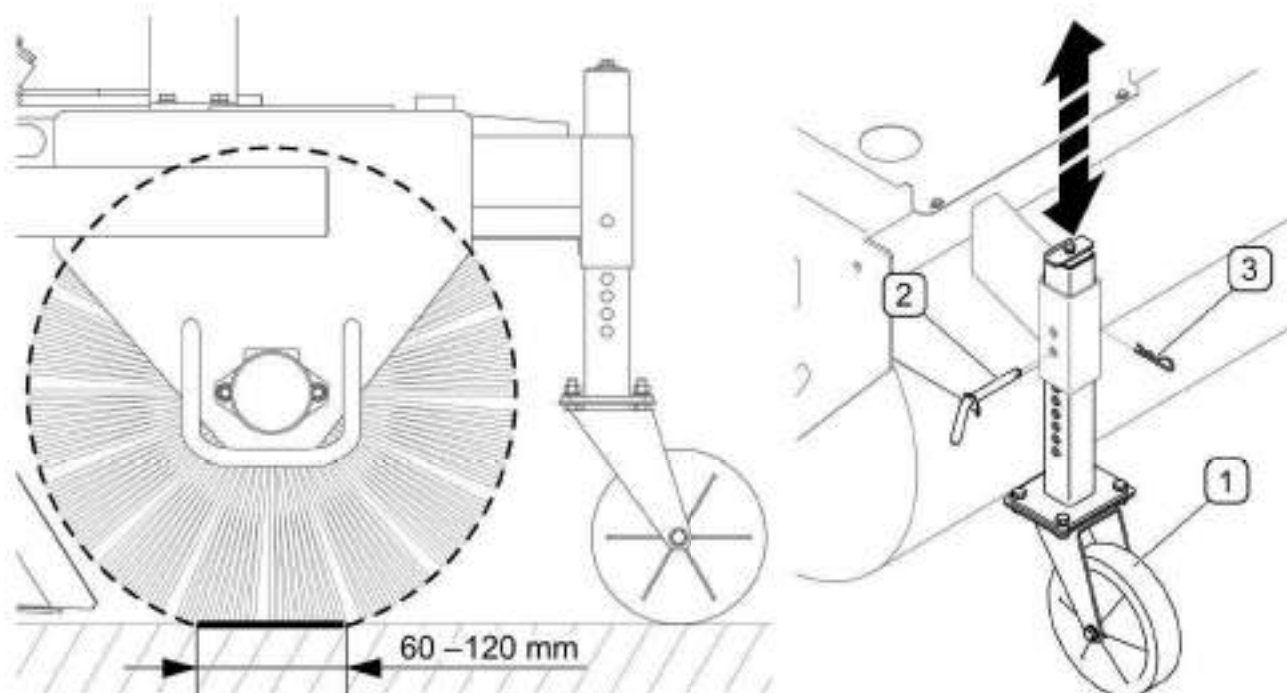
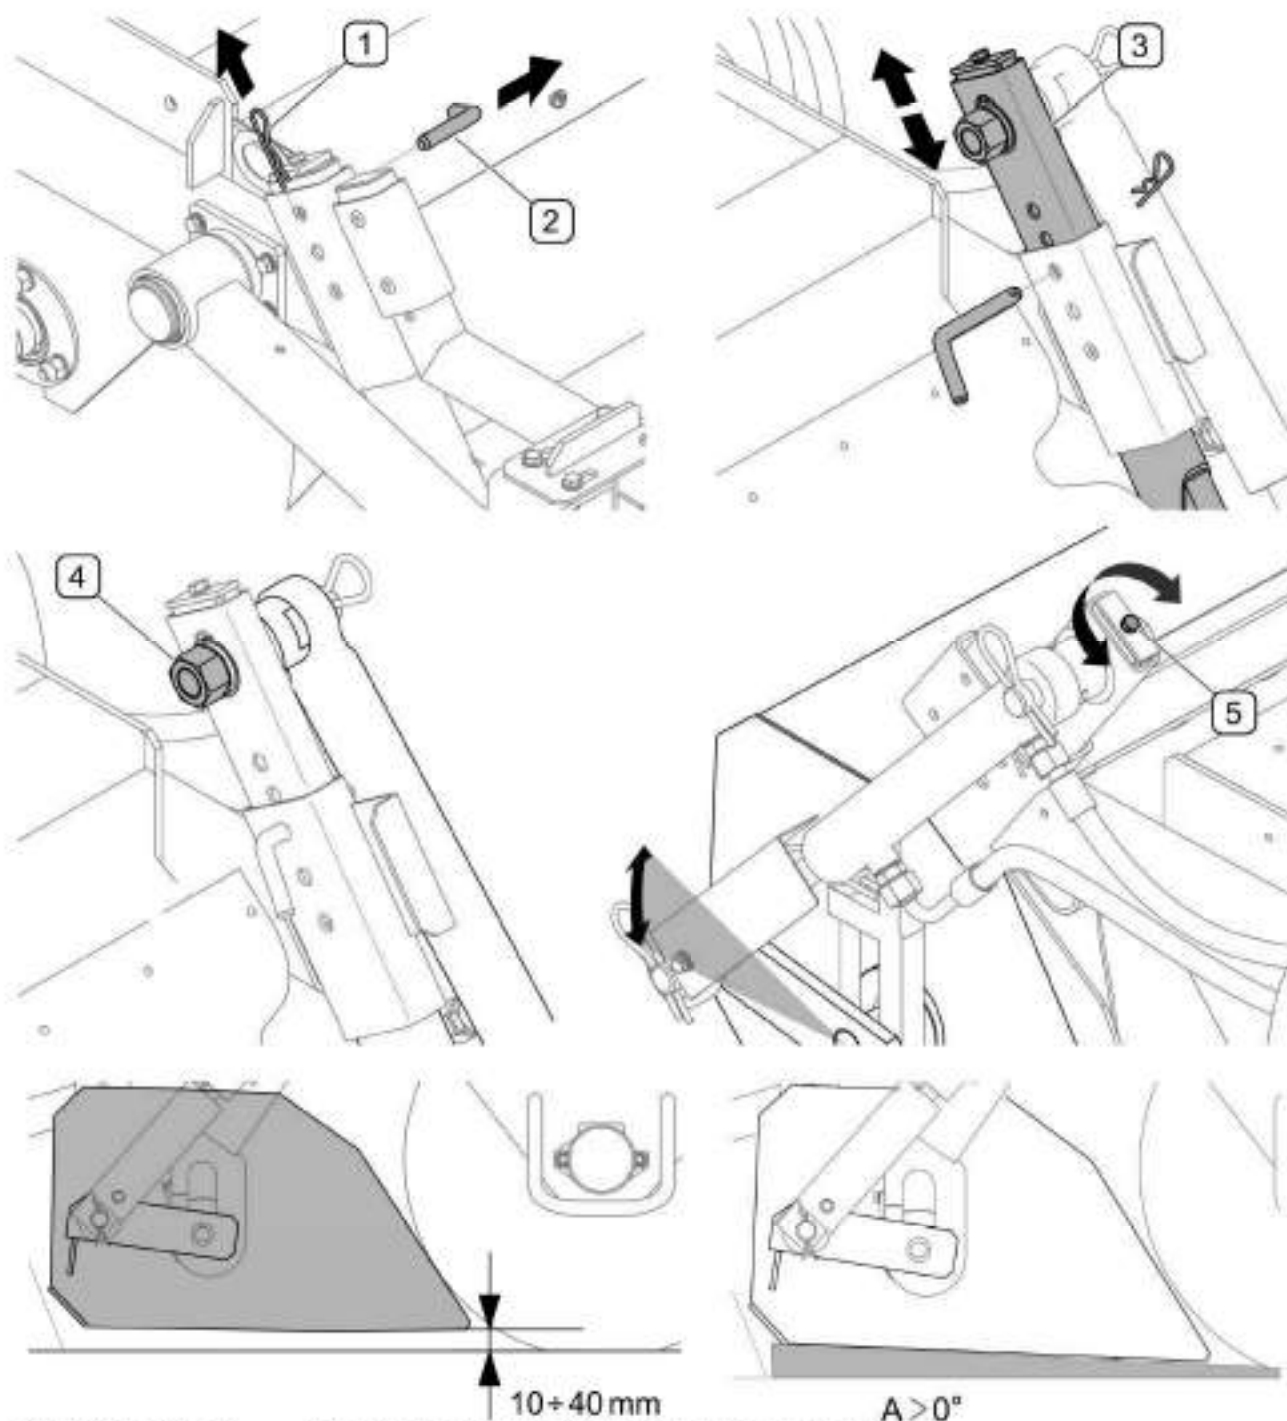

РИСУНОК 5.1А Регулирование нажима подметающего валика
РИСУНОК 5.2А Регулирование бункера для мусора
Силу нажима подметающего валика необходимо регулировать по мере износа щетки на валике. Поверхность нажима должна составлять от 60 до 120 мм (РИСУНОК 5.1А). Кроме этого, нажим можно регулировать также в соответствии со степенью загрязнения очищаемой поверхности.
Нажим регулируется путем изменения положения опорных колес (1) в их направляющих (РИСУНОК 5.1А) и осуществляется следующим образом:
- вынуть страховочную чеку (3) и шплинт (2);
- переместить колесо (3) вверх или вниз по направляющей так, чтобы совпали отверстия,
- вставить в нужное отверстие шплинт (2) и заблокировать чекой (3)
Положение бункера для мусора (РИСУНОК 5.2А) нужно регулировать всегда после регулирования нажима подметающего валика (РИСУНОК 5.1А) и угла наклона бункера. Регулирование положения по высоте осуществляется следующим образом:
Регулирование угла наклона бункера для мусора (РИСУНОК 5.2) осуществляется с левой стороны подметально-уборочной машины и состоит в перемещении верхней точки крепления гидроцилиндра опрокидывания бункера. Регулирование осуществляется следующим образом: